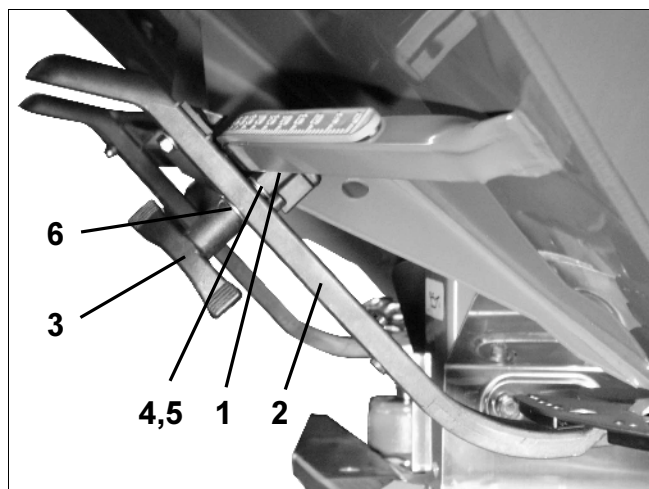

Fig. 105
- Preparar el dispositivo de fijación (Fig. 105/1) para palanca de maniobra (Fig. 105/2) como sigue:
- Destornillar la tuerca de mariposa (Fig. 105/3).
- Extraer el tornillo y cambiar la posición de ambas arandelas (Fig. 105/4) desde atrás (Fig. 105/5) hacia delante (Fig. 105/6).